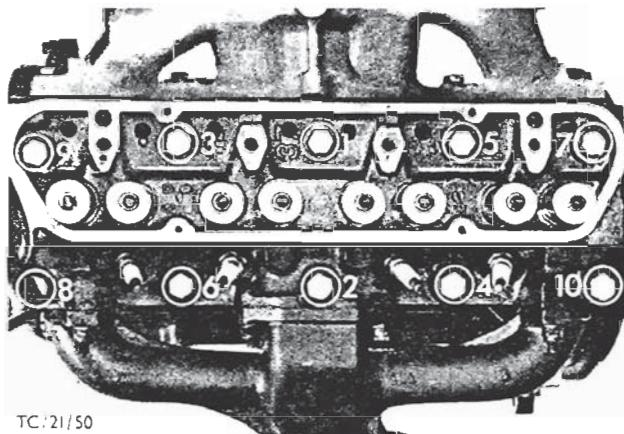

Fig. 74 - Rækkefølgen for tilspænding af topstykkebolte.
20. Vent 15 til 20 minutter og efterspænd ved hjælp af specialværktøj 21-034 topstykkeboltene med det specificerede moment (se Tekniske Data) i den rækkefølge, der er angivet i Fig. 74. Efterspænd de bolte, der fastholder vippearmsakslen og kontroller atter ventilspillerummene.